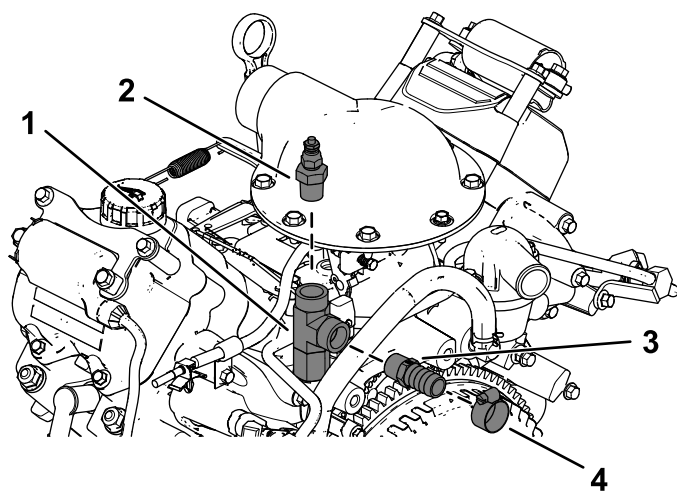

Figura 9
3. Instale o interruptor de temperatura e o tubo ($\frac{3}{8}$ pol.) e união adaptadora ($\frac{5}{8}$ pol.) com braçadeiras de tubos como se mostra na Figura 9.